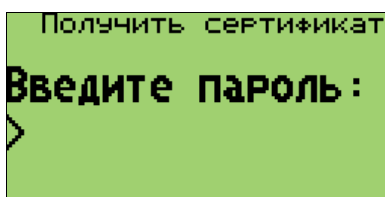

Рис. 2. Запрос пароля для получения рабочего сертификата
- загрузка рабочего сертификата в процессе инкассации (см. документ «*Petrol Plus. РП. ТО*»). Если на терминале нет настроенного подключения к АС, оператор может настроить подключение к КС и выполнить инкассацию. В этом случае, перед выполнением инкассации терминал попытается получить рабочий сертификат. Данная операция выполняется с запросом пароля (см. Рис. 2).